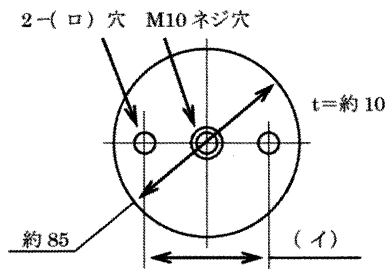
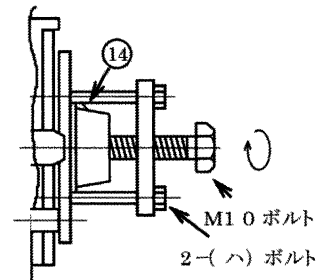

図 5
図 6
- (a) ファンカバー止メボルト⑪を抜き取り、ファンカバー⑰をはずします。
- (b) 3.7kW はファン止メボルト⑱を抜き取り、外ファン⑮をはずし、アーマチュアハブ止メボルト⑲を抜き取ります。
- (c) 当板止メボルト⑳を抜き取り当板⑱をはずします。
0.2kW~0.75kW、3.7kW は、アーマチュアハブ止メネジ⑲をアーマチュアハブ⑭から抜き取ります。
- (d) 図 5 のような円板を用意して図 6 に示すようにアーマチュアハブ⑭に設けてあるネジ穴を利用し M10 ボルトを回して軸端を押しながらアーマチュアハブ⑭を軸①から抜き取ります。
- (f) アーマチュアハブ⑭を軸に手で入る所まで差し込みます。このときハブが曲がったまま無理に差し込みますと可動板の面振れの原因となりますので注意して行ってください。
- (g) アーマチュアハブ⑭の内径およびキー溝部に、接着剤 (ベアリングマウントもしくはロックタイト 085、または相当品) を少量塗布します。